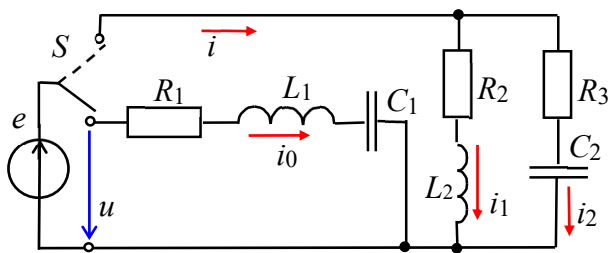

Рис. 5.8
**Задание 1.** Найти параметры элементов схем контуров (рис. 5.8) с округлением до десятичного знака по формулам: